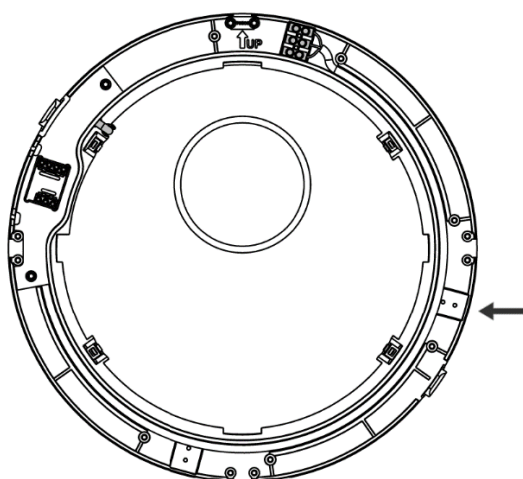

Figure 32 - Nouvel emplacement de la borne 2 en cas de raccordement du câble sur la droite
3. Détachez la borne 2 et connectez-la aux broches situées sur le côté droit du chapeau de façade (voir Figure 32 ci-dessous).